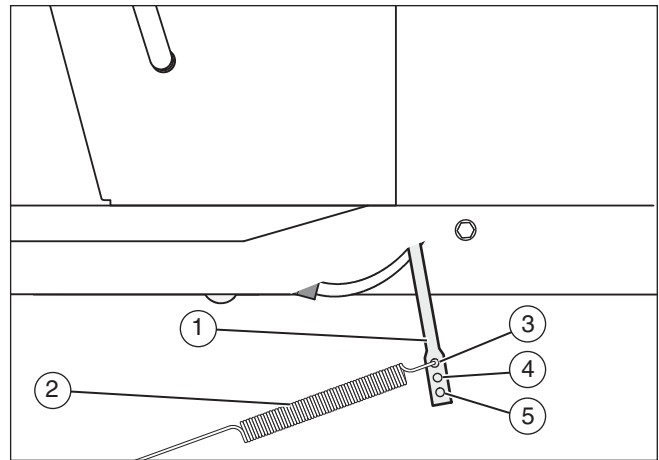

Figura 9
5. Scollegare la molla di azionamento della lama (2) dall'asta di controllo della lama (1) (Figura 9). Mettere la molla di azionamento della lama (2) nel foro centrale (4). In questo modo si diminuisce la tensione sulla cinghia di trasmissione del tagliaerba.
6. Collegare il filo alla candela di accensione. Tagliare l'erba per un breve tratto e ricontrollare la qualità del taglio. Se necessario, spostare la molla di azionamento della lama (2) sul foro inferiore (5).
14. Se si sostituisce la cinghia di trasmissione del tagliaerba, spostare la molla di azionamento della lama (2) nel foro superiore (3) (Figura 9).